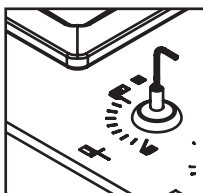
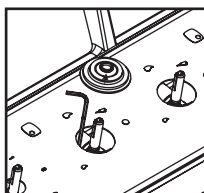

Fig. 28
Fig. 29
3. Inserte la llave Allen/Bristol (contenida en el kit de conversión) en el espigo de la válvula y gírelo en el sentido de las manecillas del reloj $\frac{1}{4}$ de vuelta hasta obtener la llama deseada, ver fig. 28. Para serie cristal (Ref. 1.6797.20) se debe retirar el empaque de caucho y hacer la regulación por un lado del espigo, ver fig. 29.